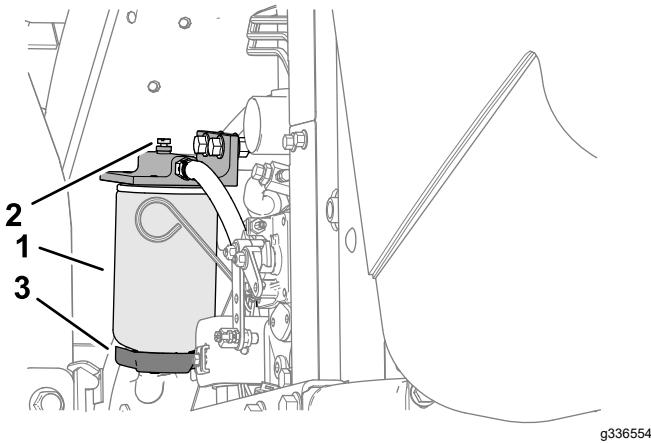

Figura 77
4. Afloje la válvula de vaciado en la parte inferior del cartucho del filtro (Figura 77).
3. Limpie la zona de montaje del cartucho del filtro (Figura 77).